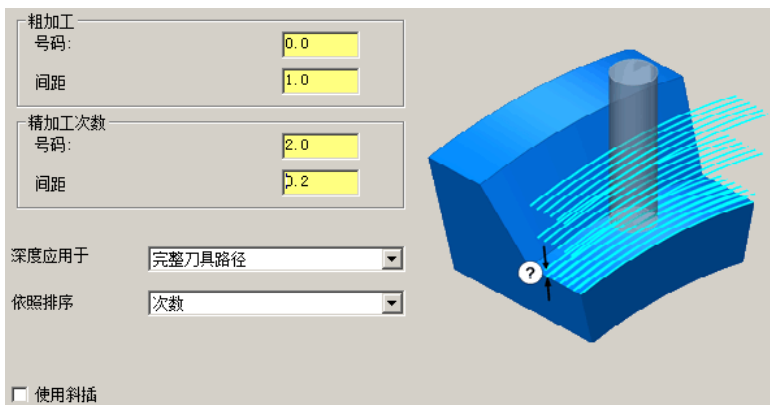

图 12.8.11 “切削深度”参数设置界面
Step5. 设置粗加工参数。在“多轴刀具路径-两曲线之间形状”对话框左侧的节点列表中单击 **粗加工** 节点，系统切换到粗加工参数设置界面；选中 ☒ **深度切削** 复选框，然后单击 **粗加工** 节点下的 ☒ **深度切削** 节点，设置图 12.8.11 所示的切削深度参数。